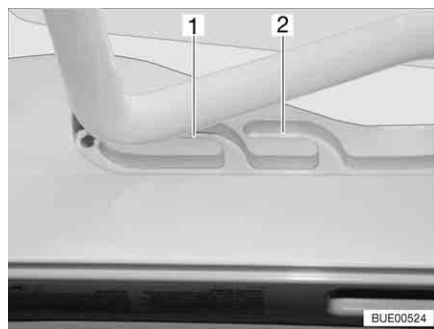
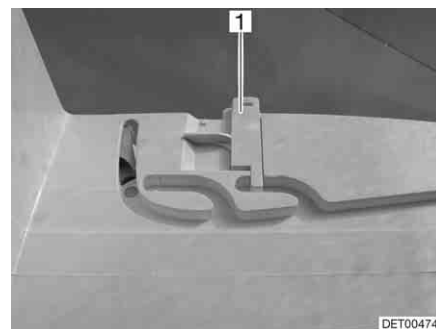

Bild 118 Heki-Dachhaube in Lüftungsstellung
Bild 119 Verriegelung Lüftungsstellung
Die Heki-Dachhaube kann in zwei Lüftungsstellungen gebracht werden: Schlechtwetterstellung (Bild 118,1) und Mittelstellung (Bild 118,2). Je nach Modell kann die Dachhaube in der Mittelstellung mit den beiden Riegeln (Bild 119,1) links und rechts am Rahmen der Dachhaube verriegelt werden.
- Den Bügel leicht nach oben drücken und in die gewählte Führung (Bild 118,1 oder 2) schieben und ggf. verriegeln.